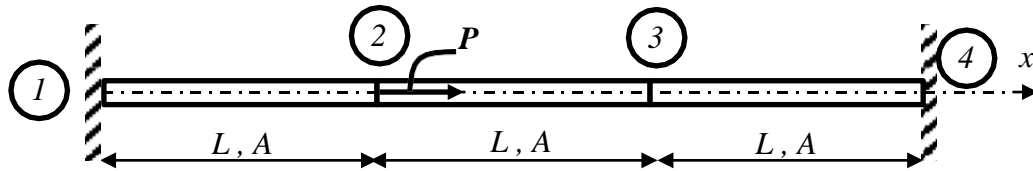

Figure 3
Considérons l'assemblage de trois (03) barres de la figure 3.